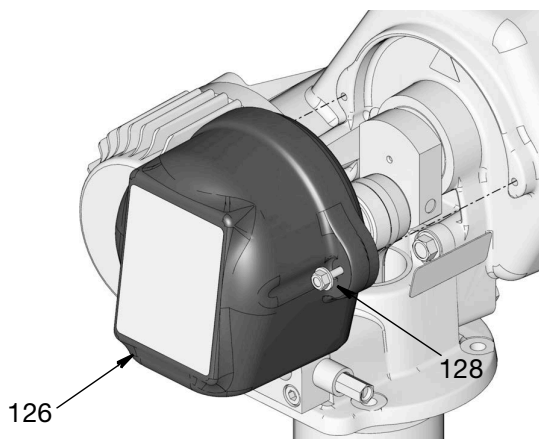

Рис. 10
- Проверьте дыхательный клапан резервуара (J) на надлежащее функционирование перед наполнением резервуара.
- Откройте переливной патрубок (H) перед наполнением для визуального контроля уровня смазочного материала.
- Не допускается наполнение выше переливного патрубка (H).
7. Обратно установите крышку (126) с помощью болтов (128). С помощью гаечного ключа надежно затяните болты (Рис. 10).